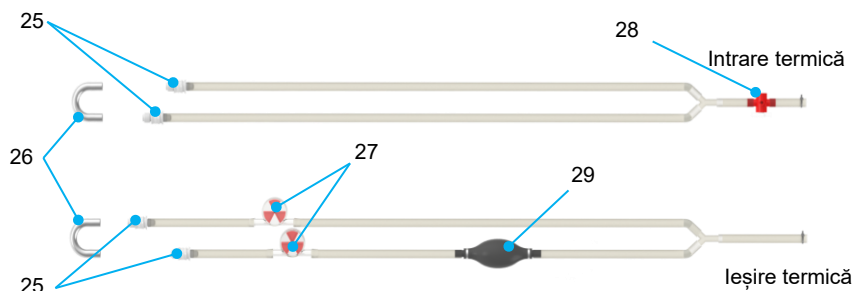

Figura 7 Tubulatură termică
Unitatea termică menține temperatura soluției de perfuzie circulate cu ajutorul elementelor Peltier. În funcție de temperatura setată, aceste elemente răcesc sau încălzesc circuitul intern de apă prin intermediul efectului termoelectric. Pentru a transfera temperatura circuitului intern de apă la soluția de perfuzie, unitatea termică este conectată prin tuburi de silicon la porturile schimbătorului de căldură ale ambelor oxigenatoare (Figura 7 și Figura 14). Orificiul de ieșire al unității termice este conectat la orificiul de intrare a apei al schimbătorului de căldură, iar orificiul de intrare al unității termice este conectat la orificiul de ieșire a apei al schimbătorului de căldură.
- Plasați tubulatura termică (Figura 7) cu cuplajul tubulaturii de apă (articolul 26) cât mai jos posibil. Asigurați-vă că, în timpul umplerii și eliminării aerului (secțiunea 2.3.1), intrarea și ieșirea unității termice (Figura 7, articolele 21 și 22) sunt în punctul cel mai înalt, astfel încât bulele de aer să se deplaseze spre unitatea termică.
- Strângeți în mod repetat balonul de eliminare a aerului (Figura 7, articolul 29) pentru a scoate cât mai mult aer posibil din tubulatura termică de pe partea HA.